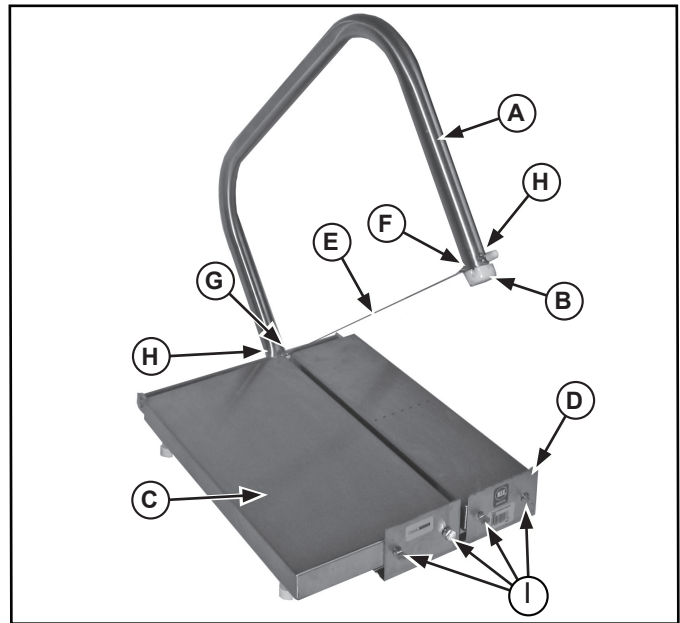

Figura 1. Características y controles del procesador de queso.
2. Antes de usarla, verifique que la unidad esté limpia y el alambre de corte (E) esté en buen estado. Si está suelto o roto, reemplace el alambre de corte. Consulte la Figura 1.
4. Levante el conjunto del arco de corte (A) y coloque el alimento en el conjunto de la base (C) y contra la placa delantera (D).
5. Pase el alambre de corte (E) por el alimento realizando un movimiento lento y constante.
1. Afloje las tuercas de mariposa (H) que sujetan la armella (F) y el perno en "I" (G). No es necesario retirar los pernos ni las tuercas de mariposa para reemplazar el alambre de corte (E). Consulte la Figura 1.
2. Retire y deseche el alambre de corte antiguo (E).
3. Coloque los bucles del nuevo alambre de corte (E) sobre la armella (F) y el perno en "I" (G).
4. Apriete las tuercas de mariposa (H) y el alambre de corte (E).
Consulte la Figura 1.